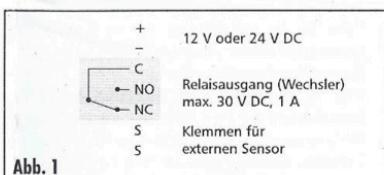

Abb. 1
- Schließen Sie die Kabel für die Stromversorgung (Achtung: muss stabilisiert sein) an den Klemmen + und - sowie die Kabel für den Relaisausgang an C und NO (Schließerkontakt) bzw. an C und NC (Öffnerkontakt) an (siehe Abb. 1)